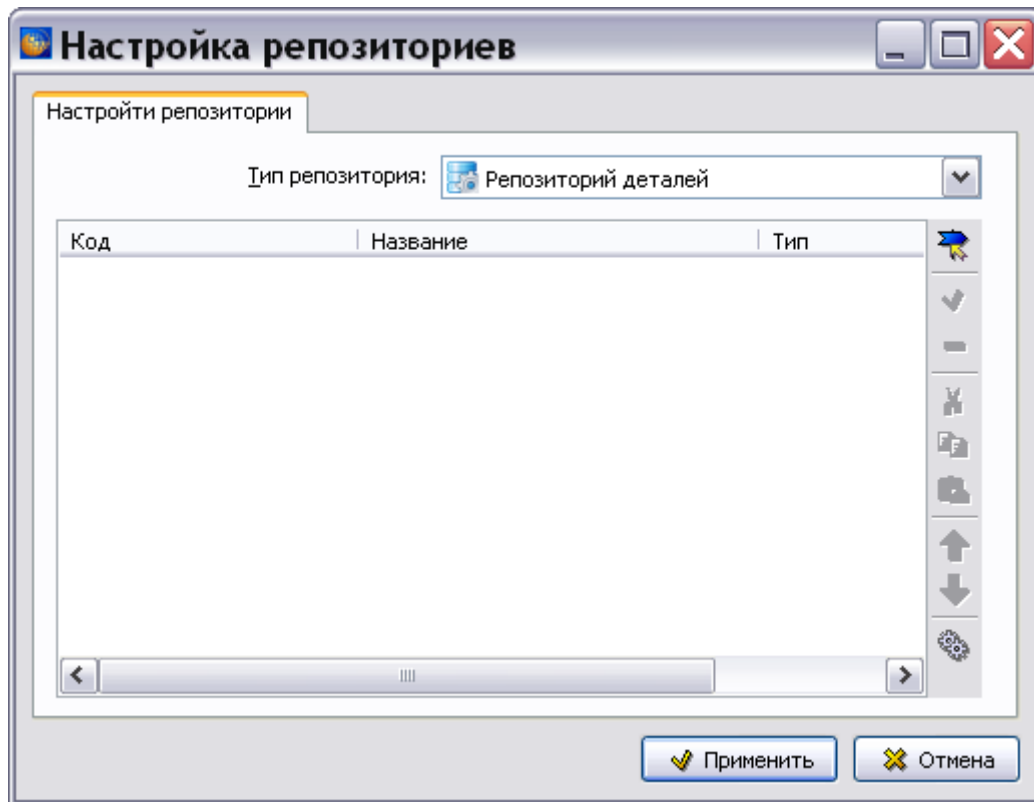

Рис. 6.25
2) В окне **Настройка репозитория** выберите тип репозитория (Рис. 6.25).
3) Нажмите на кнопку **Установить ссылку на модуль данных**  (Рис. 6.25).